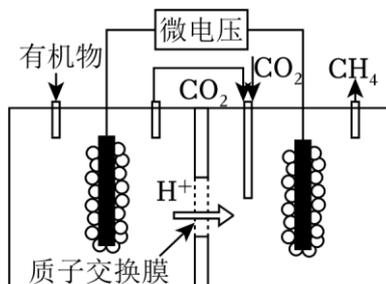

图1
(2) 近年来, 生物电催化技术运用微生物电解池实现了  $\text{CO}_2$  的甲烷化, 其工作原理如图 1 所示。